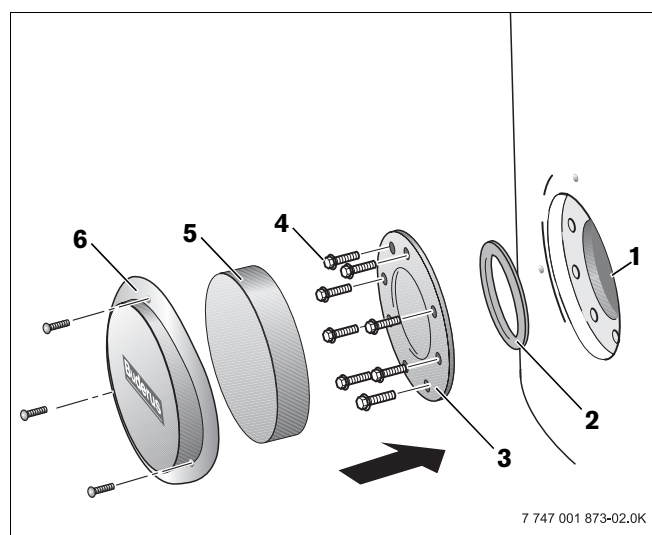

Fig. 13 Monter la trappe de visite
- Nous recommandons d'utiliser, après le nettoyage, un nouveau joint pour le couvercle de la trappe de visite (fig. 13, **pos. 2**) pour éviter les fuites sur le préparateur.
- Remettre le couvercle de la trappe de visite (fig. 13, **pos. 3**) avec le joint (fig. 13, **pos. 2**) en place.
- Visser les vis à tête hexagonale (fig. 13, **pos. 4**) sans serrer sur le couvercle de la trappe de visite.
- Puis resserrer les vis (fig. 13, **pos. 4**) avec une clé dynamométrique de 25-30 Nm.
- Mettre l'isolation thermique (fig. 13, **pos. 5**) en place et monter le couvercle de la trappe de visite (fig. 13, **pos. 6**).